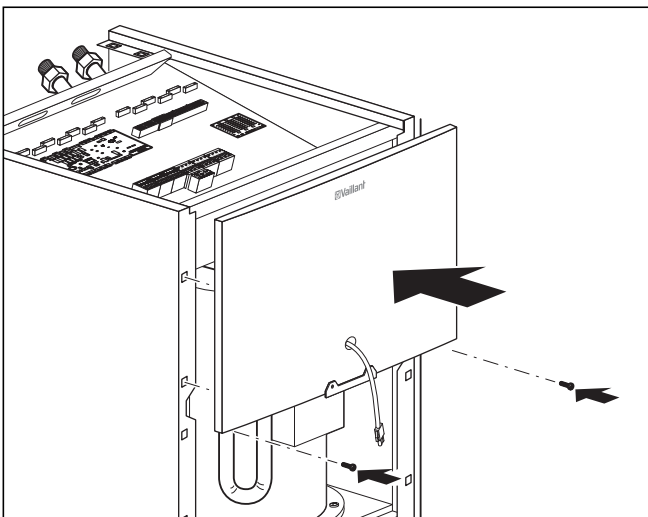

Abb. 6.4 Vordere obere Verkleidung montieren
- Verschrauben Sie das Verkleidungsblech wie in Abb. 6.4 gezeigt mit den zwei Schrauben am Gehäuse.